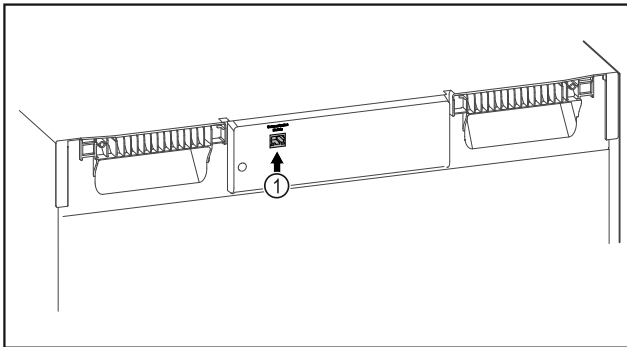

Fig. 72
- SmartModule Fig. 72 (1) встановлено.